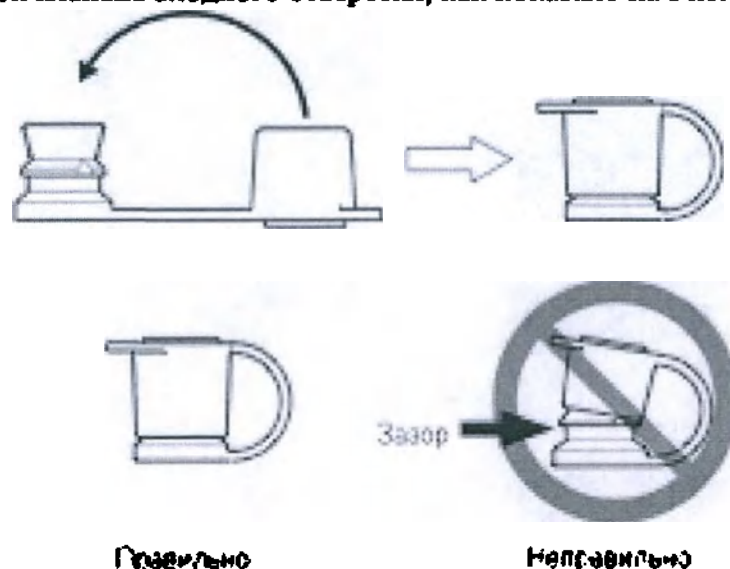

Рис. 7.22
2. Закройте колпачок клапана входного отверстия, как показано на Рис. 7.22.